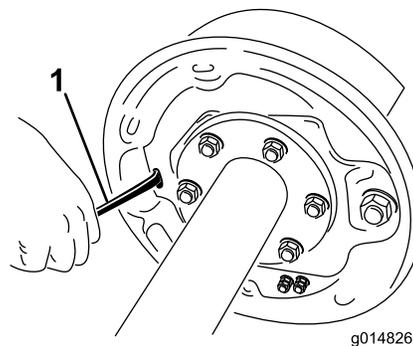

Рисунок 63
- Чтобы раздвинуть тормозные колодки, поверните звездочку узла регулировки с помощью отвертки (**Рисунок 63**).